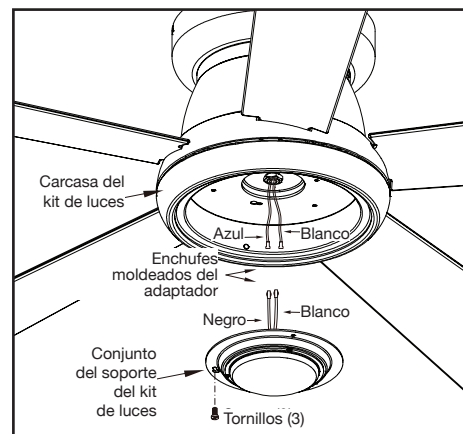

Figura 12
3. Quita un tornillo de la carcasa del kit de luces y afloja, pero no quites, los otros dos. Conecta los cables del conjunto del soporte del kit de luces a los cables del conjunto motor-ventilador uniendo los enchufes moldeados del adaptador. Coloca con cuidado todos los cables y empalmes dentro de la caja del interruptor. (Figura 12)
dos tornillos aflojados encajen en las ranuras tipo ojo de cerradura. Gira el conjunto del soporte kit de luces hacia la derecha y aprieta los tornillos. Vuelve a instalar el tornillo que retiraste en el paso 3 y apriétalo firmemente. (Figura 12)